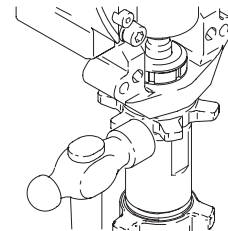

Fig. 11
6. Fig. 11. Visser le contre-écrou (56) sur la pompe jusqu'en butée. Serrer le contre-écrou à la main, puis tourner de 1/8 à 1/4 de tour en tapant avec un marteau de 20 oz (maximum) et serrer à un couple d'env. 75 ± 5 ft-lb (102 N·m).